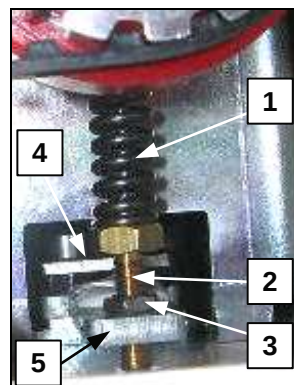

fig.5.19
Qualora fosse necessario sostituire la cella di carico (n.5-fig.5.19) eseguire le seguenti operazioni:
- mediante una chiave, ruotare in senso antiorario il dado (n.3-fig.5.19) in modo da renderlo libero di ruotare.
- mediante una chiave, ruotare in senso orario la vite pressione (n.2-fig.5.19) in modo da rendere libera completamente la molla pressione (n.1-fig.5.19)
- estrarre la molla (n.1-fig.5.19)
- svitare completamente la vite pressione (n.2-fig.5.19) ed estrarla dalla cella di carico (n.5-fig.5.19)
- estrarre la cella di carico guasta con il relativo distanziale, le due viti e i due dadi di fissaggio (n.4-fig.5.19)
- smontare dalla cella guasta il distanziale, le due viti e i due dadi ad essa fissati (n.4-fig.5.19) e montarli in quella nuova
- rimontare la vite pressione (n.2-fig.5.19) e la molla pressione (n.1-fig.5.19) in modo da ottenere una **forza di saldatura (vedi par.3.1.4) compresa tra 85N e 88N**.